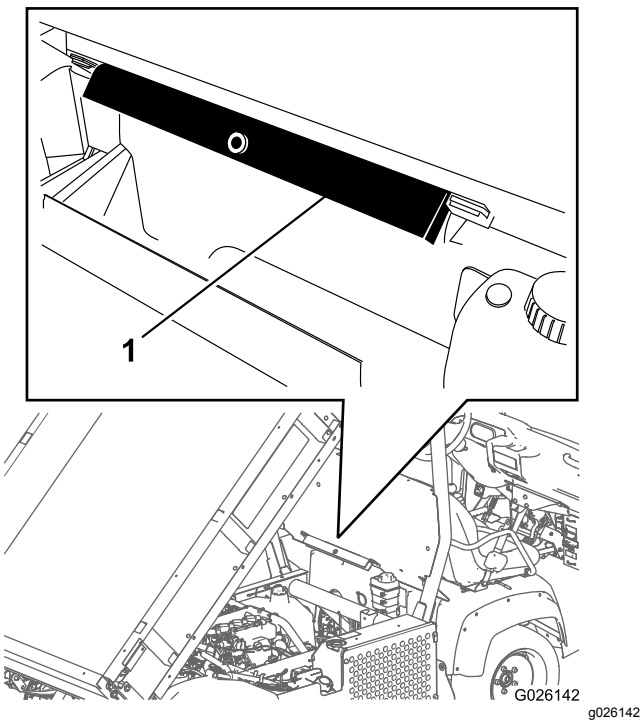

Figura 12
2. Rimuovete il supporto del pianale dalle staffe di stoccaggio sulla parte posteriore del pannello del ROPS (Figura 12).